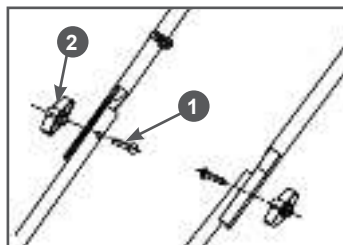

Рис. 3 Соединение верхней и нижней части рукоятки
3. Совместите верхнюю и нижнюю части рукоятки так, чтобы совпали отверстия и соедините их при помощи болтов 1 и барашковых гаек 2 (Рис. 3).